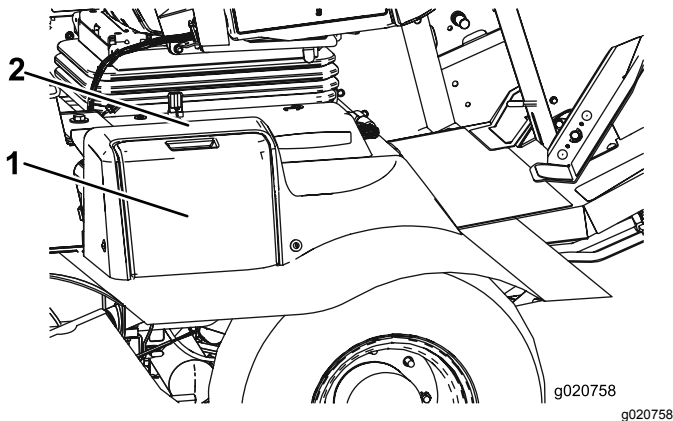

Figure 80
1. Ouvrez le couvercle de la batterie sur le côté du carénage (Figure 80).
**Remarque:** Appuyez sur la surface plate au-dessus du couvercle de batterie pour faciliter la dépose du couvercle (Figure 80).